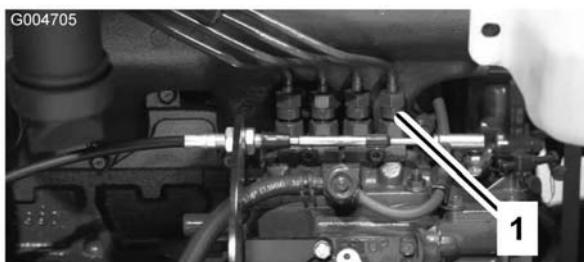

Figure 53
- Desserrez le raccord entre l'injecteur N° 1 et le porte-injecteurs sur la pompe d'injection (Figure 53).